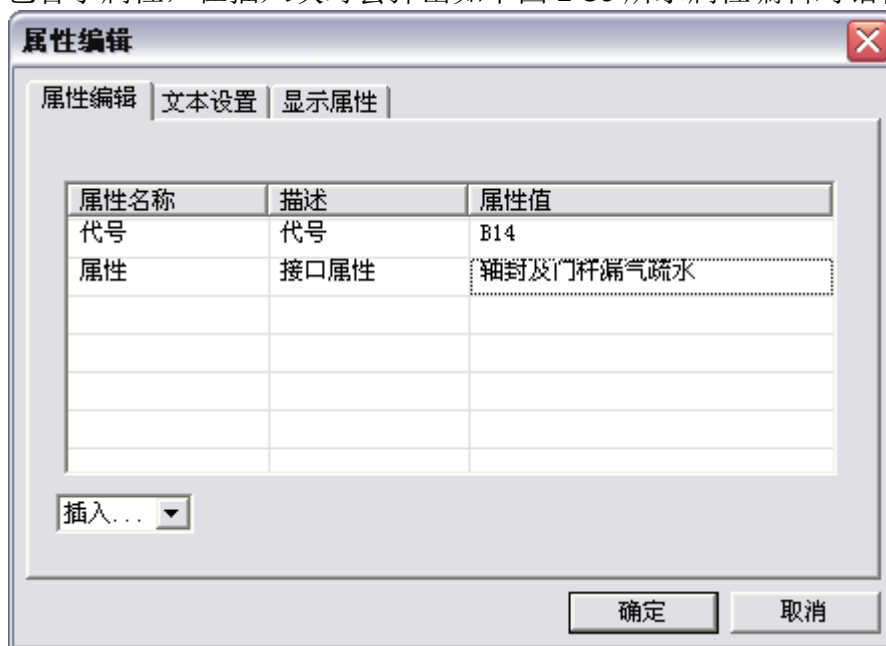

图 2-86 块属性编辑对话框
- 5) 如果插入的块中包含了属性，在插入块时会弹出如下图 2-86 所示属性编辑对话框：